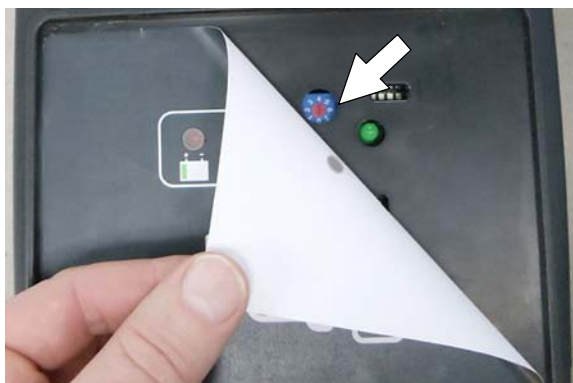

ABB. 123
4. Ziehen Sie vorsichtig den Aufkleber der Ladegerätanzeige ab, um Zugriff auf das Wählrad zu erhalten (Abbildung 123).